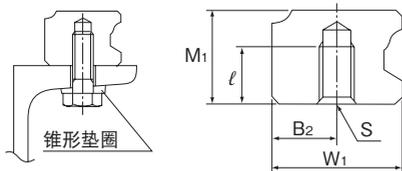

图2
- (1) 螺栓的长度,请通过确保在螺栓端部和螺纹底部(有效螺纹深度)之间有2到3mm的间隙来决定。
- (2) 如图2所示,还备有安装在型钢上使用的锥形垫圈。
- (3) 关于公称型号的构成,请参照 **■1-294~■1-295**。